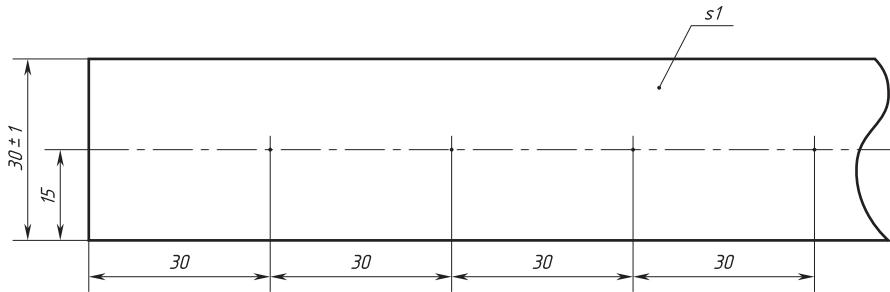

Рис. 5.54. Учебная заготовка для заклёпочного шва
1. При помощи учителя подберите две полоски тонколистового металла. Выправьте их, при необходимости обработайте их в размер (рис. 5.54). Снимите заусенцы.